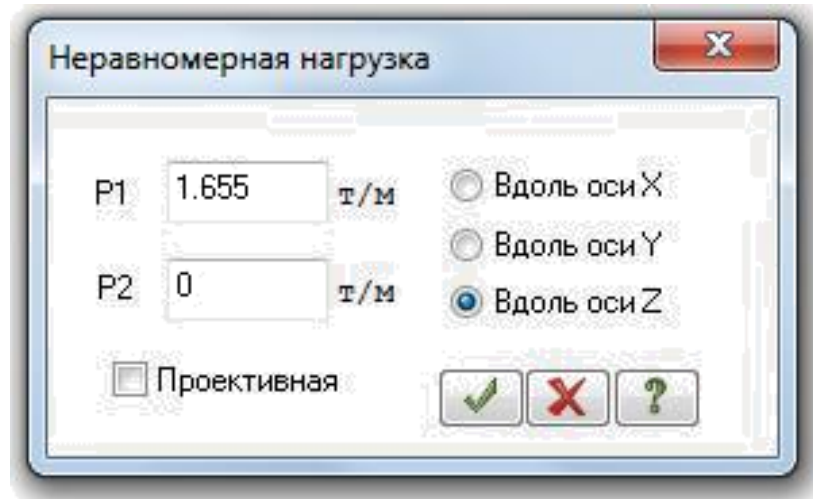

Рис. 2.31. Задание неравномерно распределенной нагрузки
- В диалоговом окне Неравномерная нагрузка задайте следующие параметры  $P1=1.655\text{т/м}$ ,  $P2=0$ . Далее нажмите кнопку Применить (рис. 2.31 )